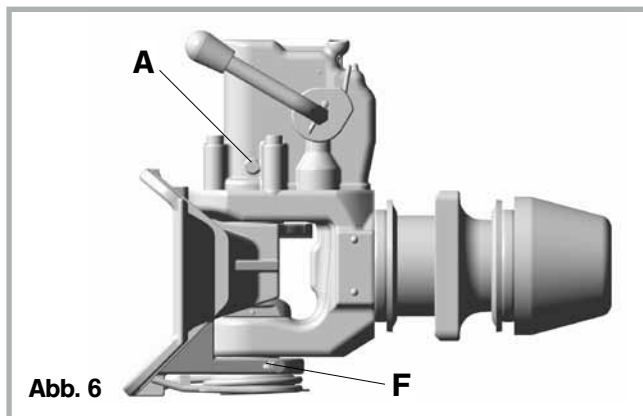

Abb. 6
- Bei schweren Einsatzbedingungen, starker Schmutz- und Wassereinwirkung die Automateinheit (A) bei geöffneter Kupplung nachfetten (s. Abb. 6):
- Unteres Fangmaullager (F, Abb. 6) schmieren: Empfehlung EP3